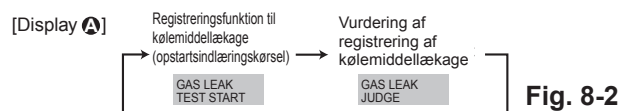

Fig. 8-2
- ② Tryk på knappen **CLOCK** (▼), og vælg [GAS LEAK TEST START] (START GASLÆKAGETEST). (Fig. 8-2)